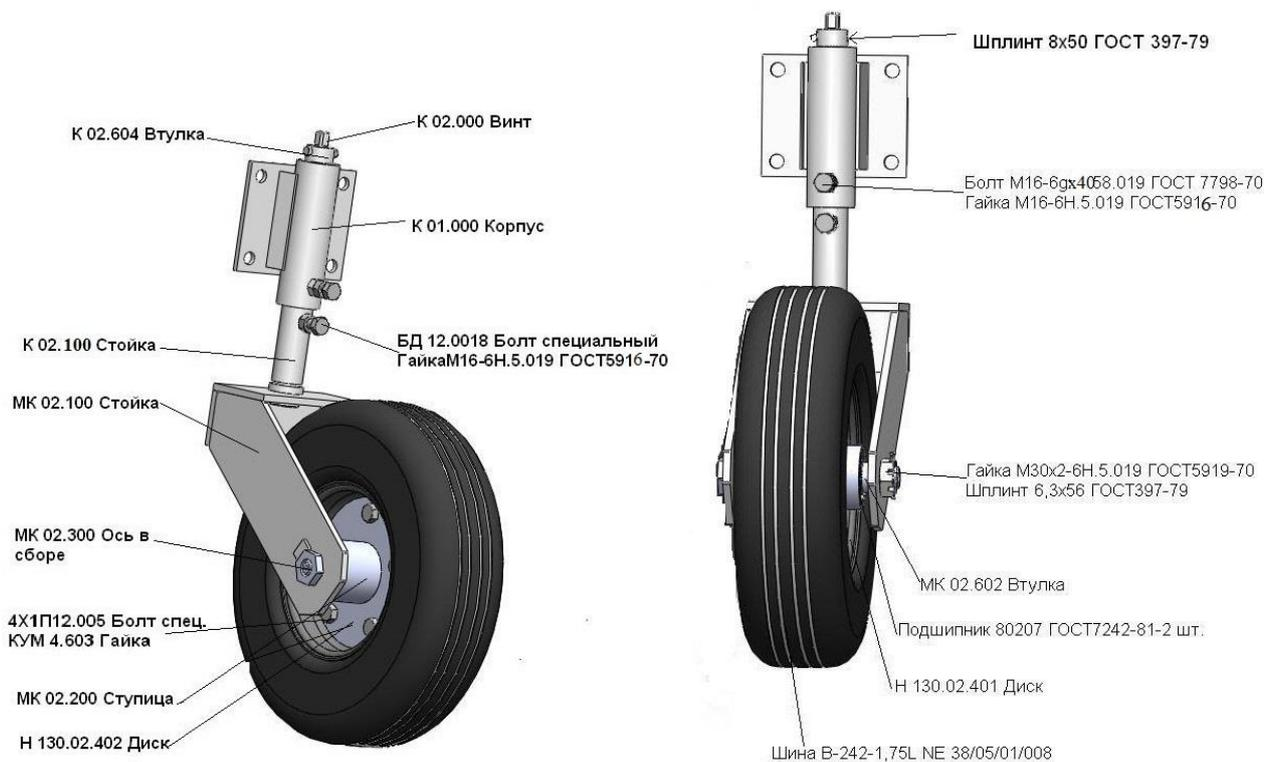
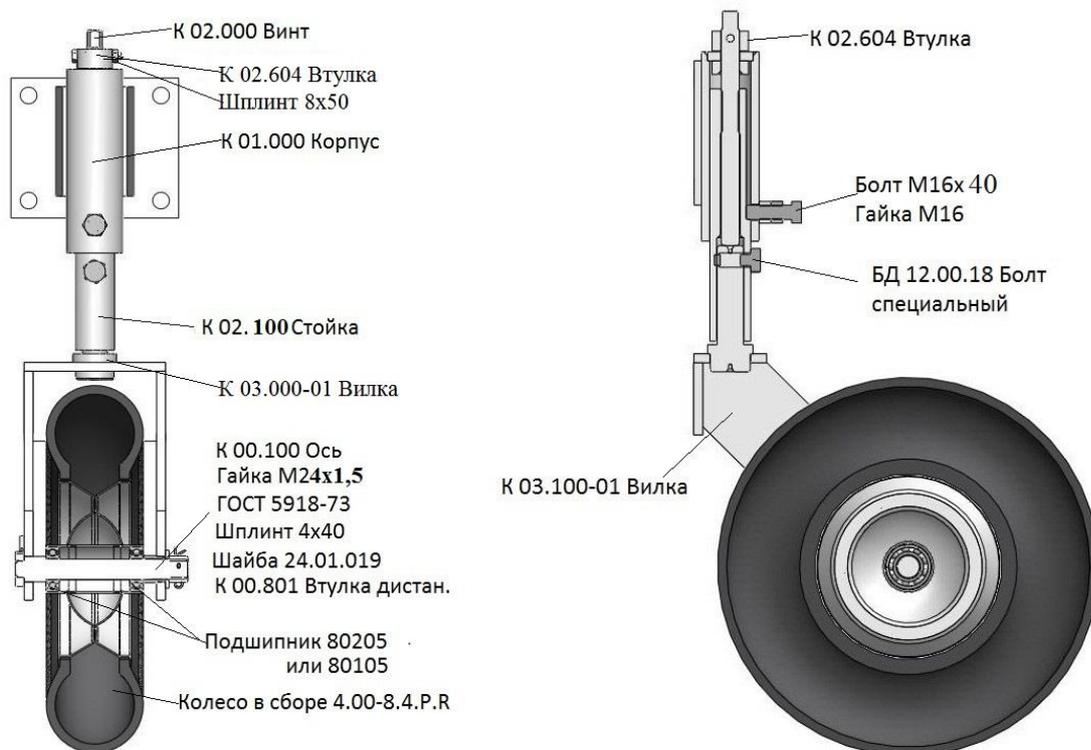

Рис.5 Колесо опорное для модификаций МК-2, МК-3, МК-7
Рис.6 Колесо опорное для модификаций МК-1, МК-4, МК-5, МК-6, МКЩ-1,5
Колесо опорное (рис. 5) состоит из колеса, опорной вилки и механизма регулировки. Колесо включает в себя шину обода, ступицу. Ступица установлена на подшипниках и соединена с вилкой посредством оси. Вилка шарнирно соединена с ползуном, который с помощью винта может перемещаться в направляющей корпуса. Стопорение ползуна опорного колеса осуществляется болтом и гайкой. При необходимости поднять или заглубить щетку следует отпустить болт и, вращая ключом винт, произвести подъем или опускание щетки. После установки болт необходимо законтрить гайкой. При износе ворса заглубление щетки следует обеспечивать только регулировкой опорных колес, без регулирования механизма задней навесной системы.
Для машин МКУ; МК454; МКЩ-1,5 применяются опорные колеса, изображенные на рис. 6, для машин МК, МКЗЛ, МКП на рис. 5, для машины МКЩП вместо колеса 4.00-8.4.P.R, применяются 4.00-8.6.P.R
1. Рама; 2.Щётка; 3.Балка приводная; 4. Колесо опорное (рис. 6); 5. Редуктор цепной;